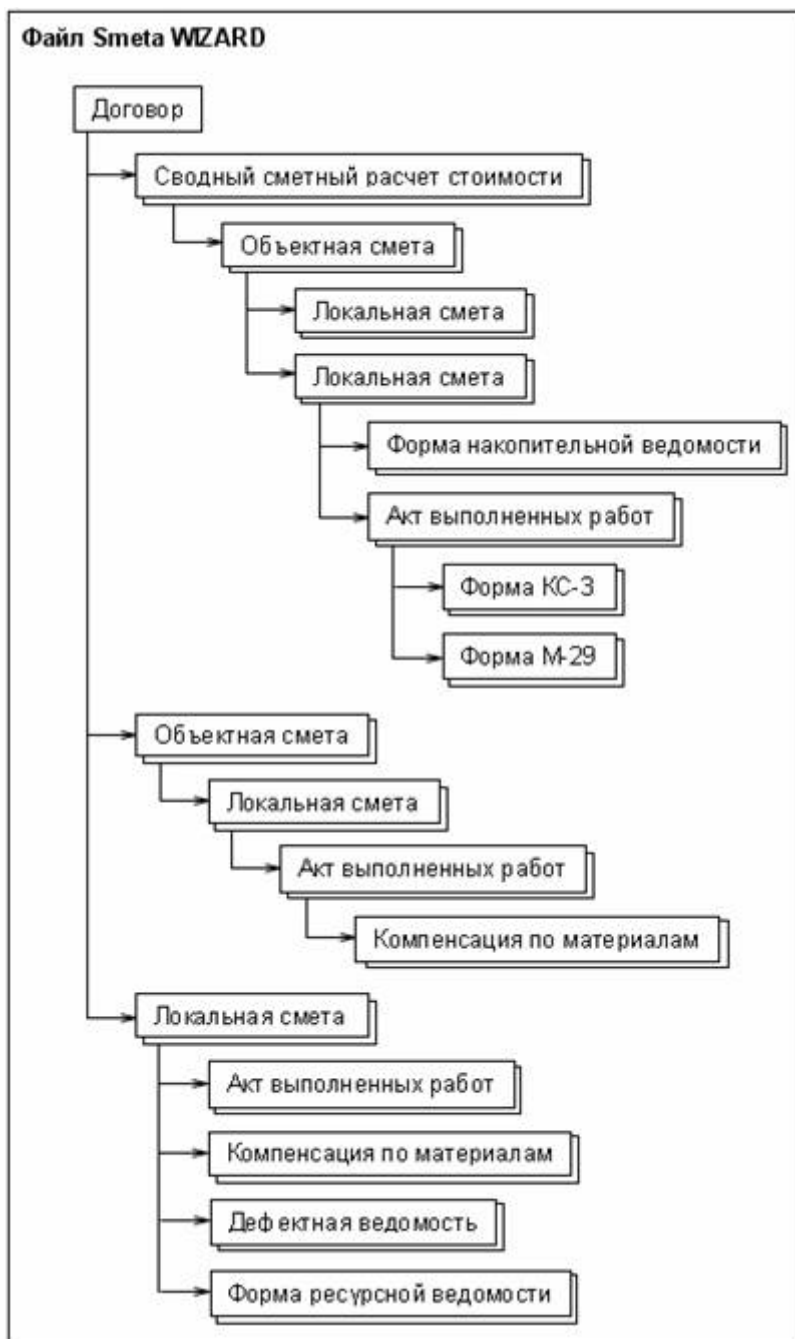

Рис. 1.15 Иерархическая структура документа
**Иерархическая структура** (рис. 1.15) представляет собой набор взаимосвязанных форм сметной документации, зависящий от потребностей пользователя.